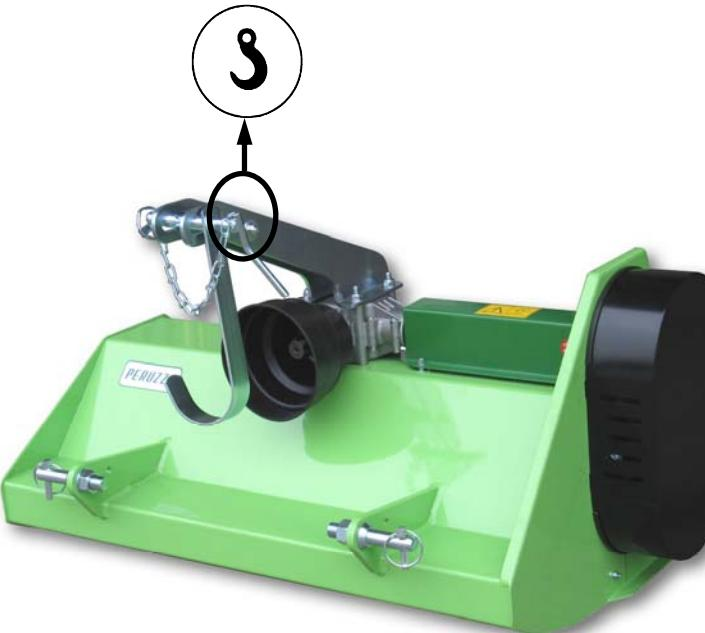

Fig. 18 A
- 1) En utilisant un élévateur apte en fixant la machine à l'attaque à 3 points ou autre pour empêcher n'importe quel mouvement. (fig. 18)
- 2) Enlever la tondeuse du tracteur et la renverser de façon à ce que le rotor soit bien visible. (Fig.18 A)